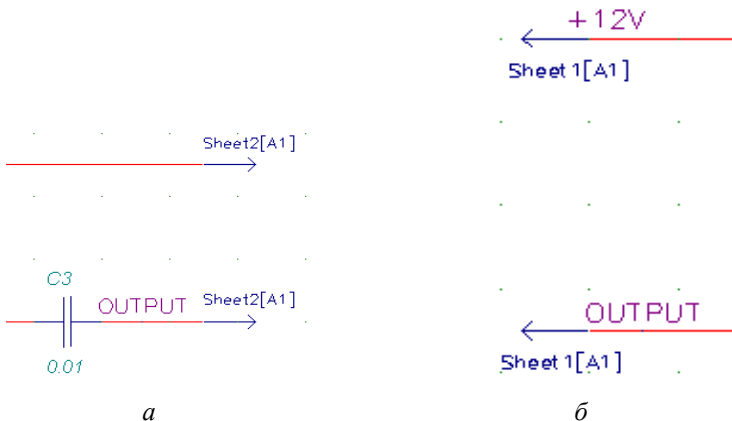

Рис. 3.3. Межстраничные ссылки на схеме
2. Найдите в этой библиотеке и разместите на первом и втором листах схемы компоненты *SHEETOUT*, подключив их к цепям *+12V* и *OUTPUT*, как показано на рис. 3.3 (рис. 3.3, *а* – первый лист, рис. 3.3, *б* – второй лист).